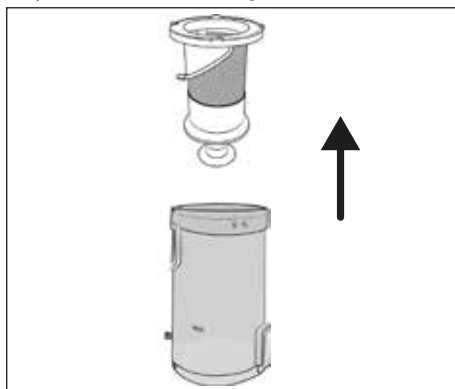

Fig. 19
- 4) Para retirar el filtro de acero inoxidable **6** del depósito de polvo **7**, agarrar el filtro de acero inoxidable **6** por el orificio y extraígalo del depósito de polvo **7** (consulte la fig. 19).